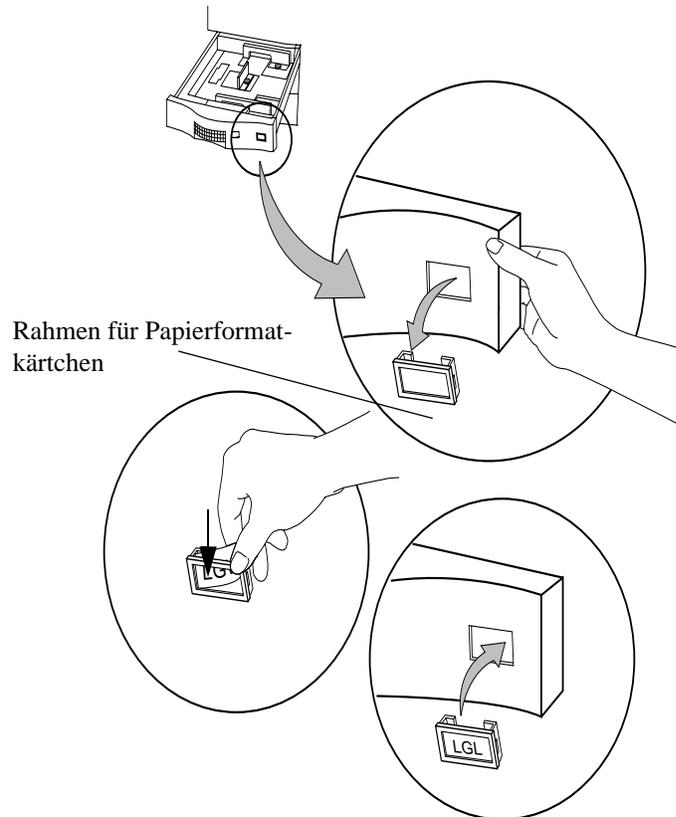

Abbildung 2-66 Rahmen für Kärtchen
3. Ziehen Sie jedes Fach heraus, und drücken Sie den Rahmen für das Papierformatkärtchen heraus (siehe Abbildung 2-66).